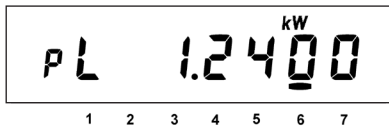

Рисунок 5.16
5.2.6.2 Окно «Мощность в цепи фазного провода» (рисунок 5.16)